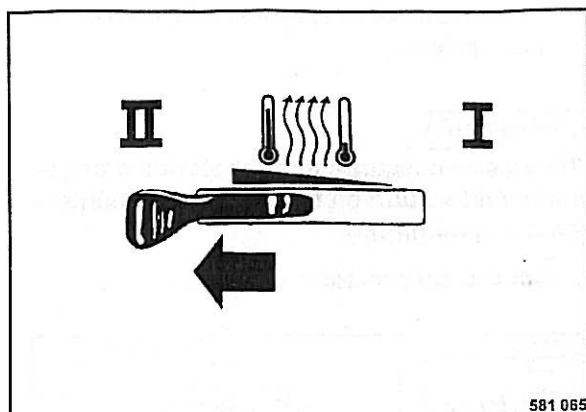

Fig. 84
- En caso de una máquina con cabina hay que colocar la palanca para la calefacción por intercambiador de calor con aceite en posición II (Fig. 84).